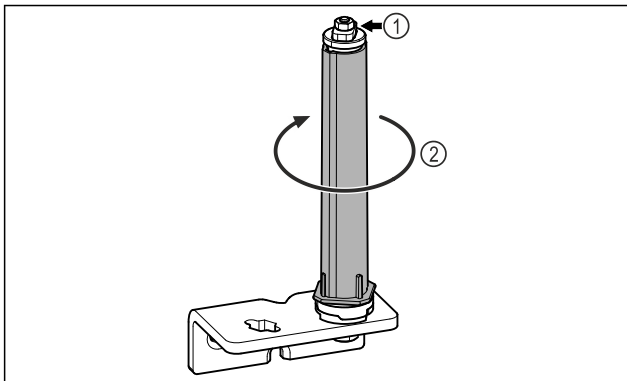

Fig. 18
▶ Nerozebírejte uzávěrací systém dvírek Fig. 18 (1).
- ▶ Otáčejte uzávěracím systémem Fig. 18 (2), dokud nezacvakne.